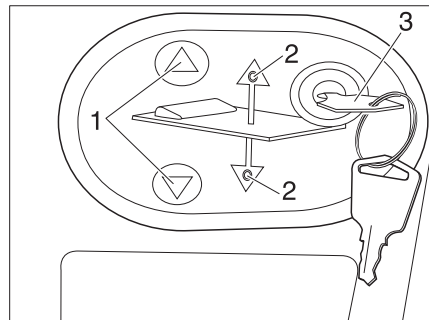

Fig. 163 Panneau de commande pour le lit escamotable électrique
- Insérer la clé (Fig. 163,3) dans le panneau de commande (Fig. 163,2).
- Appuyer sur la touche  ou  (Fig. 163,1) et la maintenir enfoncée. La DEL respective (Fig. 163,2) s'allume et le lit escamotable s'abaisse ou se lève.
- Lorsque la position désirée est atteinte, relâcher la touche  ou  (Fig. 163,1). La DEL respective (Fig. 163,2) s'éteint.
- Retirer la clé (Fig. 163,3).